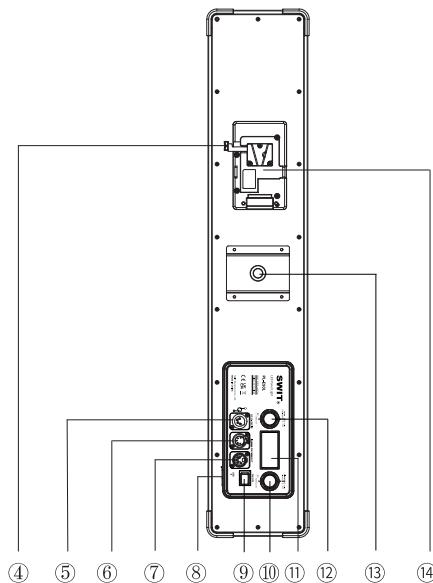
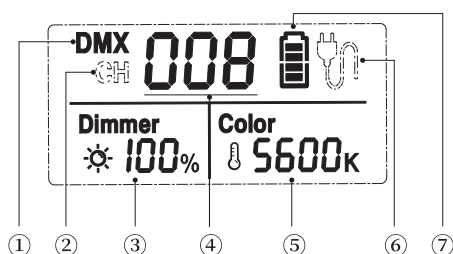

图4 PL-E90L背面视图
图5 LCD显示信息
将电池挂接到电池扣板(图4 ⑭)上, 听到“咔哒”声即完成电池的安装。
按压电池扣板的解锁键(图4 ④), 向与挂接电池时相反的方向移动电池, 即可移除电池。
本品支持两种色温及亮度的调节模式: 普通调节模式、快速调节模式。短按压亮度/色温调节旋钮(图4 ⑩/⑫)切换相应亮度或色温的调节模式, 用户根据使用需求结合这两种调节模式可完成对亮度/色温的快速设置。
长按亮度调节旋钮(图4 ⑩)约2s即可进入通信地址的设置界面, 通信地址设置范围: 001-512。
LCD数码管字段(图5 ④)闪烁表示当前位被选定, 旋转亮度调节旋钮(图4 ⑩)设置当前位, 按压亮度调节旋钮(图4 ⑩)确定当前位的设置并进入下一位的设置, 当完成最后一位的设置时, 按压亮度调节旋钮(图4 ⑩)或等待约5s, 退出通信地址的设置。
通过DMX线将灯具组网, 长按色温调节旋钮(图4 ⑫)约2s, 即可完成灯具通信控制模式的设置。
LCD左上角显示"DMX"(图5 ①)表示灯具当前支持的通信控制模式为DMX通信模式。在该模式下, 将DMX信号输出设备接入灯具网络, 设置好通信地址, 即可正常使用。
LCD左上角显示"CH"(图5 ②)表示灯具当前支持的通信控制模式为互控模式。在该工作模式下, 将目标灯具设置成相同的通信地址即可正常使用, 不区分主从机。